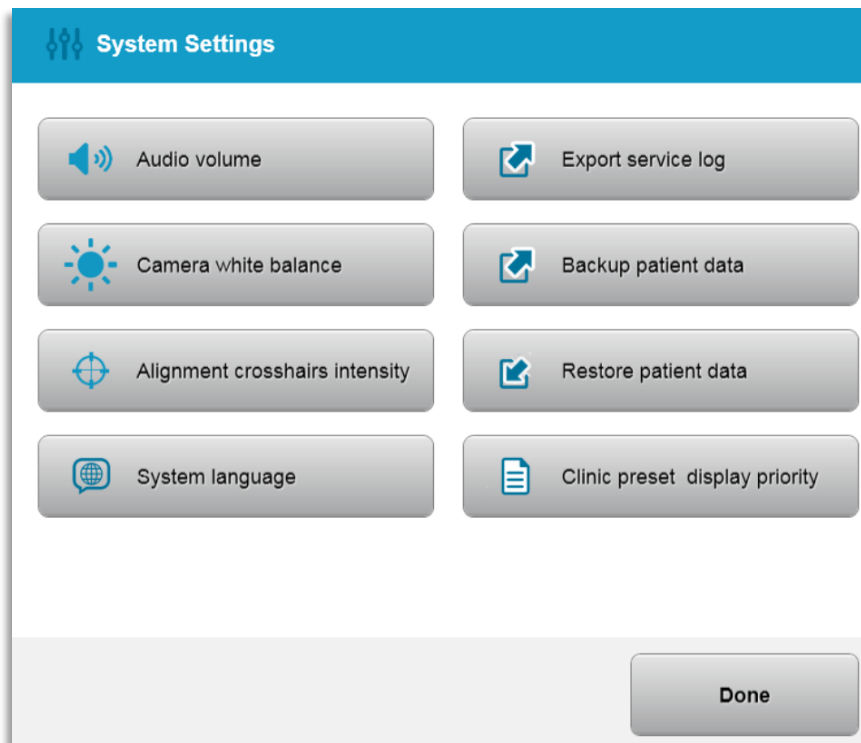

Figura 3-52. Menú Configuración del sistema (System Settings)
- Seleccione "Configuración del sistema" (System Settings) en el menú Opciones (Options) para acceder a la configuración del sistema que se muestra en la figura 3-52.